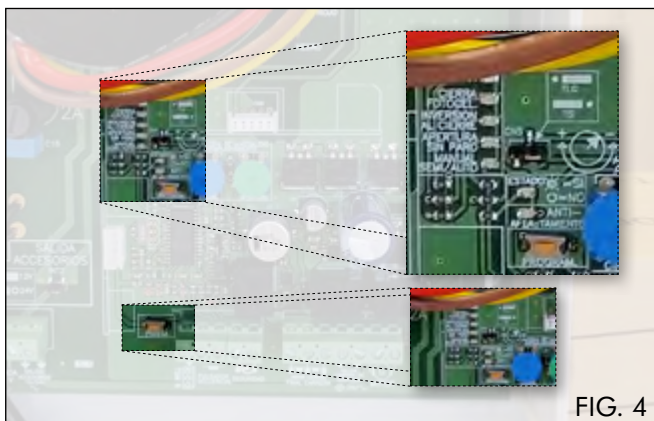

FIG. 4
**3.2.2.** Presione sucesivamente la tecla «PRUEBA» (ver fig. 4) hasta alcanzar la opción deseada: